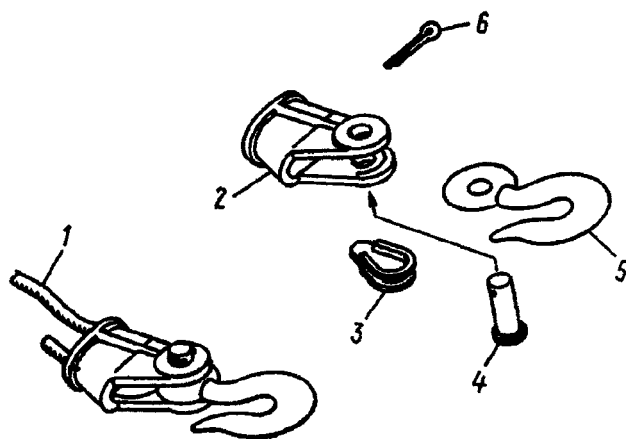

Рис. 64. Клиновая заделка троса лебедки:
3. Расшплинтуйте и выньте палец 4 (рис. 64) и крюк 5, выбейте клин 3, снимите коуш 2. Выдайте трос назад	Плоскогубцы, молоток, монтажная лопатка
12. Закрепите трос в коуше клином 3 (см. рис. 64), установите крюк, палец и зашплинтуйте его	Плоскогубцы, отвертка, молоток